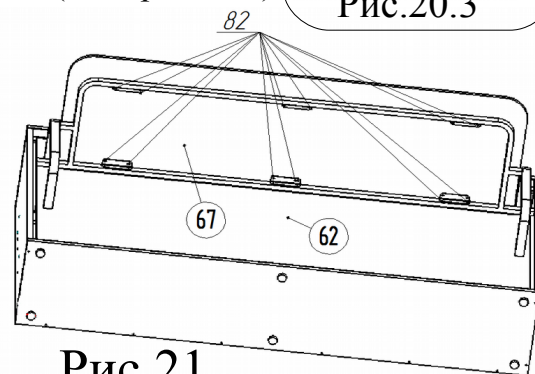

Рис.21
18. Привести изделие в положение «Стол». Разместить столешницу поз.67 на раме по центру. Оставить между столешницей и декоративным щитом зазор около 1см. В соответствии с рис. 21 закрепить столешницу поз.67 к раме столешницы поз.8, используя в саморезы  $\varnothing 4 \times 16$  поз.80. Установить саморезы во все крепёжные точки рам. Затянуть саморезы до упора (рис.21).